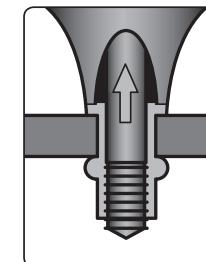

Fig. 6
- 6) Tenere saldamente l'inserto filettato fermo con la mano, mantenendo una postura stabile. La rotazione in senso orario della testa del mandrino avrà come risultato la connessione delle due parti (Fig. 6).